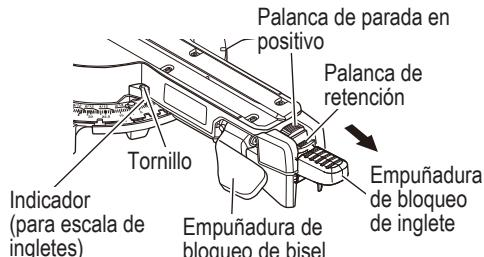

Fig. 19
Siga el proceso indicado a continuación para lograr los ajustes más rápidos y precisos. (Fig. 19)
- (1) Empuje hacia arriba la empuñadura de bloqueo de inglete para soltar la mesa giratoria.
- (2) Empuje hacia abajo la palanca de parada en positivo hasta que la palanca de retención se acople para soltar la "parada en positivo".
- (3) Rote la mesa giratoria y configure el indicador para que se ajuste al ángulo deseado de la escala de ingletes. En este momento, al usar la función de parada en positivo, tire de la palanca de retención en la dirección de la fecha hasta el ángulo deseado, tal y como se muestra en la Fig. 19. A continuación, suelte la palanca de retención y mueva la mesa giratoria para fijarla en su sitio al ángulo deseado con la función de parada en positivo (0°, 15°, 22.5°, 31.6° y 45°).
- (4) Empuje hacia abajo la empuñadura de bloqueo de inglete para fijar la mesa giratoria en su sitio.
Palanca de retención (Fig. 19)